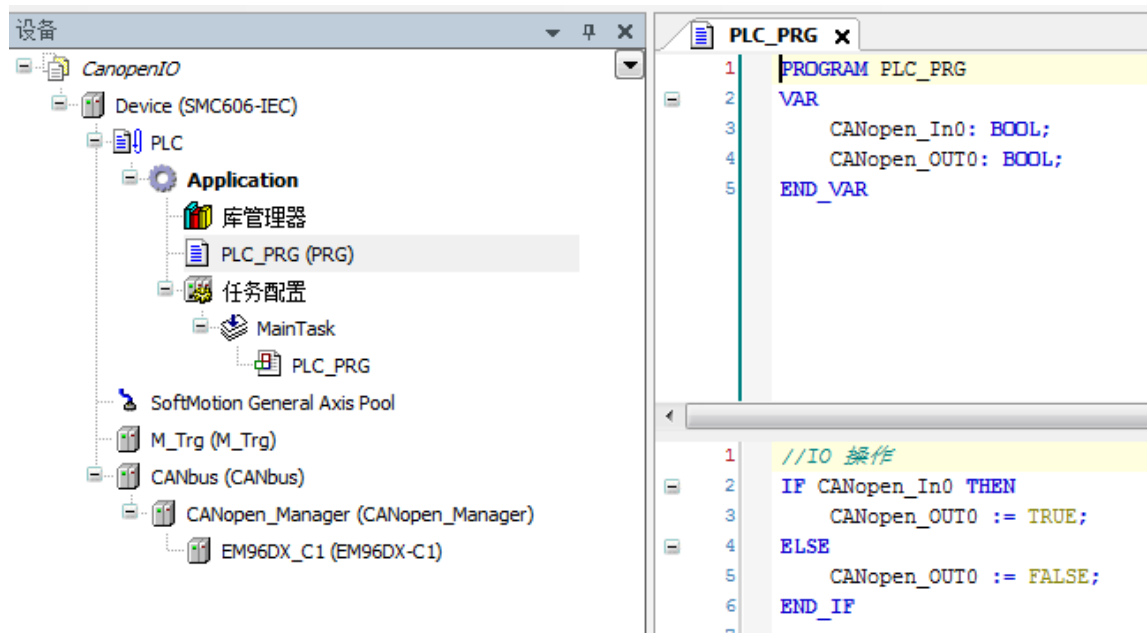

图 5.12 IO 操作代码界面
(4) 编辑程序如下:
- c. 编写 IO 操作代码, 如下图 5.12 所示。